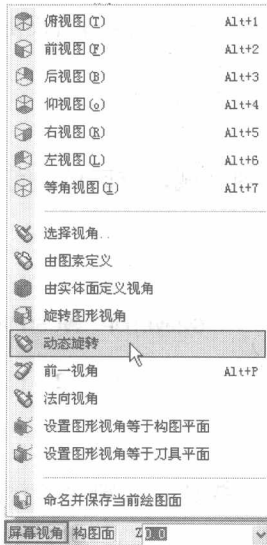

图 1-15 视角快捷菜单
- 屏幕视角: 单击该区域将打开如图 1-15 所示的快捷菜单, 用于选择、创建和设置视角。